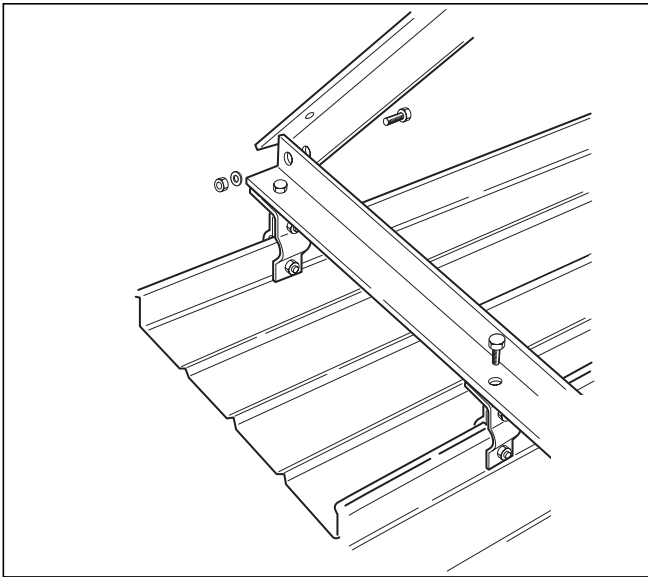

Abb. 7.15 Winkelprofile befestigen
- Schrauben Sie das gelochte Winkelprofil (1640 mm) mit Schrauben M8 x 30 fest (s. Abb. 7.15).